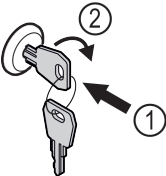

Fig. 180 例图
- ▶ 按入钥匙 Fig. 180 (1)。
- ▶ 将钥匙顺时针转动 90° Fig. 180 (2)。